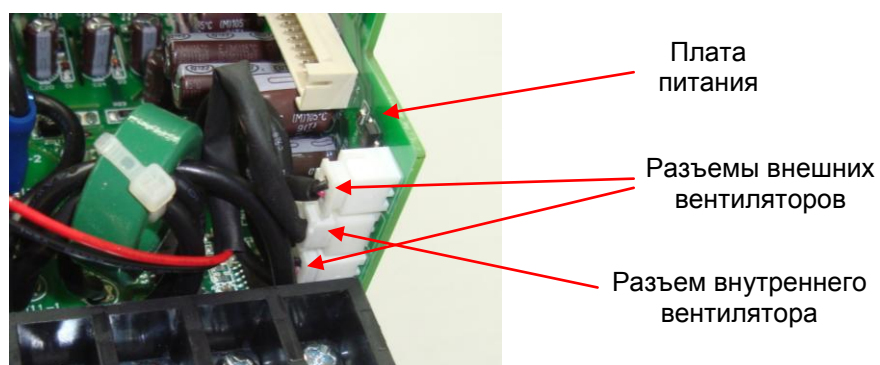

Рис. 7.8
7.5.6. Подключить кабели вентиляторов к плате питания (рис. 7.8).